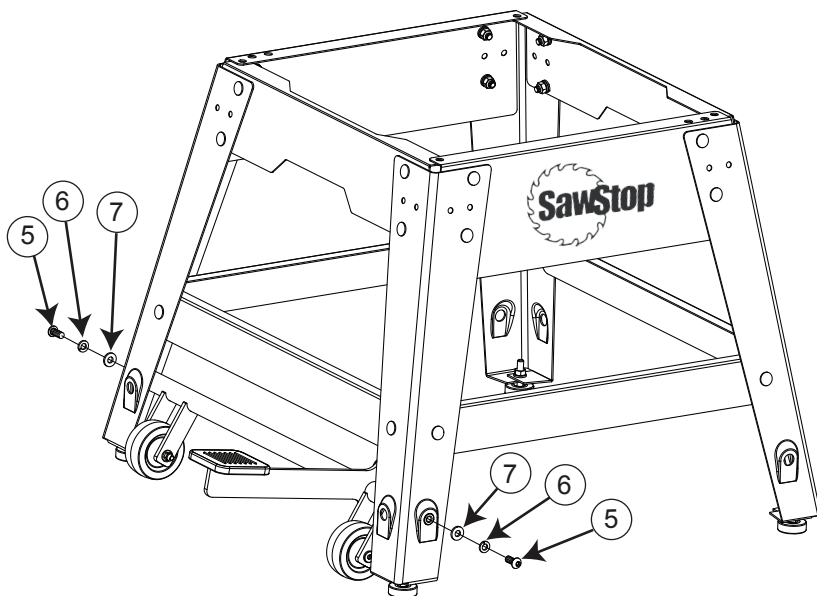

Fig. 4a
4. Chaque extrémité du support de roue a une saillie cylindrique. Montez le support de roue sur le côté gauche du support en insérant les saillies cylindriques dans les trous de montage correspondants dans les pieds du support, puis fixez le support à l'aide de deux vis à tête creuse M8 x 20, de deux rondelles de loquet M8, et deux rondelles M8, comme indiqué sur les fig. 4a et 4b. Serrez à fond les deux vis à tête creuse M8 x 20 à l'aide d'une clé hexagonale de 5 mm. Lorsque vous montez le support, assurez-vous que la pédale s'étend vers la gauche.